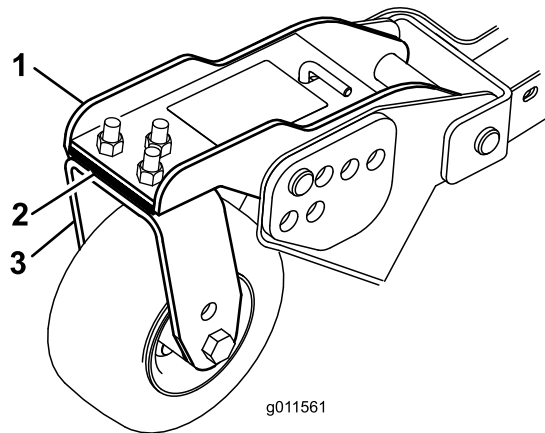

Рисунок 30
Поворачивайте нож на каждом шпинделе, пока его концы не будут обращены вперед и назад. Измерьте расстояние от пола до передней кромки ножа. Для обеспечения соответствия высоты скашивания указанному значению на наклейке отрегулируйте количество регулировочных прокладок толщиной 3 мм на рычаге (рычагах) передних поворотных колес (Рисунок 30). Указания, относящиеся только к наружному шпинделю ножа, см. в Регулировка наклона режущего блока \(страница 63\).
3. Если внутренняя кромка бокового режущего блока находится слишком высоко по отношению к наружной кромке переднего режущего блока, снимите одну регулировочную прокладку толщиной 3 мм с нижней части рычага переднего внутреннего поворотного колеса на боковом режущем блоке (Рисунок 30). Повторите измерение разности между наружными кромками обоих боковых режущих блоков и между внутренней кромкой бокового режущего блока и наружной кромкой переднего режущего блока.